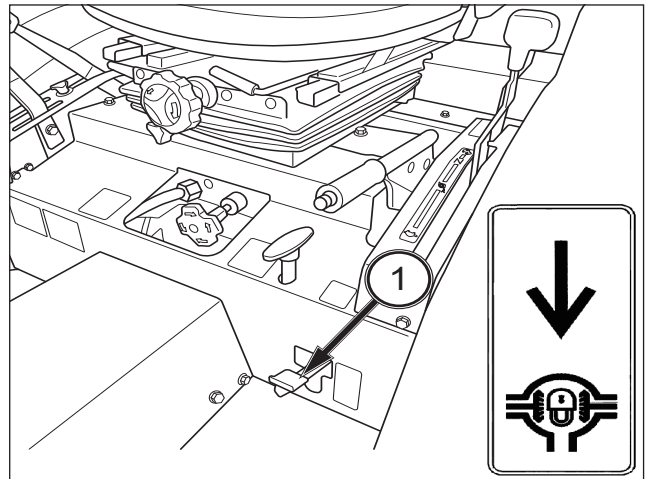

FIG. 67
FIG. 67 : lorsque la pédale de blocage de différentiel (1) est enfoncée, les deux essieux arrière sont verrouillés pour assurer une force directrice égale aux deux roues arrière. Cela est particulièrement important lorsque vous travaillez sur un sol meuble ou un terrain glissant.